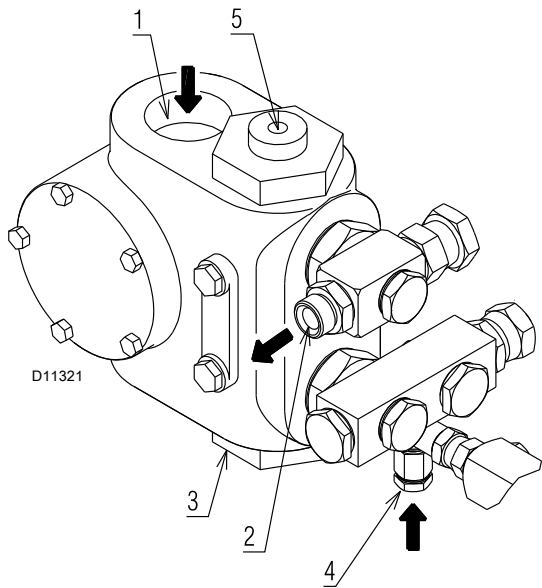

图 21
图例 (图 21)
- 启动自吸功能时，松开油泵上的螺丝 4) (图 21) 排出进油管路中的空气。
如果油泵无油，在启动前可通过真空计 4) (图 21) 上的开口向油泵注油；否则，油泵会停止运行。